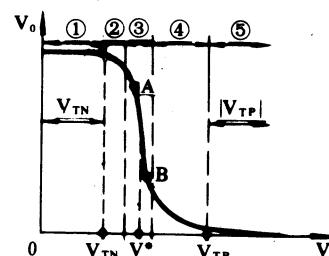

图3 反相器直流传输出特性
同的工作状态，其直流传输出特性如图3所示。从图中可以看到，在第③工作区中，A、B两点间基本是一条直线，这正是在模拟电路中所需要的。
我们知道，晶体三极管用作放大器时，其工作原理是，当输入电流 i_b 有一微小变化时，在其输出特性曲线上输出电流（集电极电流 i_c ）有较大范围变化（依管子的 β 参数而定）且要求其变化量与 i_b 的变化量成正比关系，也即线性关系。我们在讨论图3时发现，